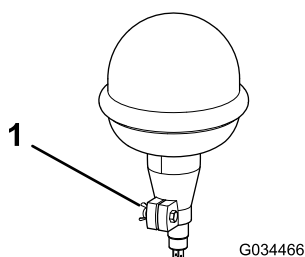

Figura 11
- Allentate il dado ad alette sulla lampada di segnalazione (Figura 11).